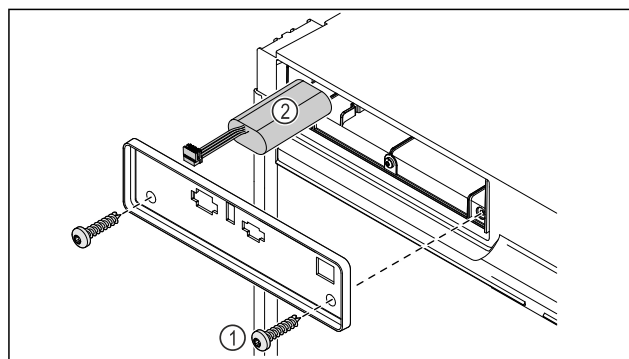

Fig. 228
- Skru skrue(r)ne ud, og fjern afdækningen fra enhedens bagside Fig. 228 (1).
- Frakobl batteriet, og tag det ud Fig. 228 (2).